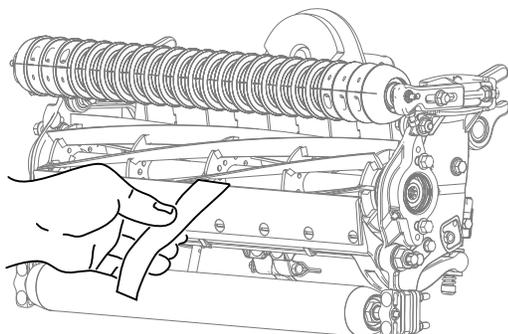

図 7
- 切れ味確認用のペーパーToro P/N 125-5610を一枚、リールと下刃との間に、下刃に対して直角になるように差し入れて、カッティングユニットの切れ味をテストする図7。ゆっくりとリールを回転させるこれで紙が切れれば合格である。